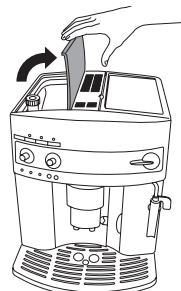

Figura 2
1. Abra la tapa del contenedor de café en grano, rellénelo y cierre la tapa. (Figura 2)